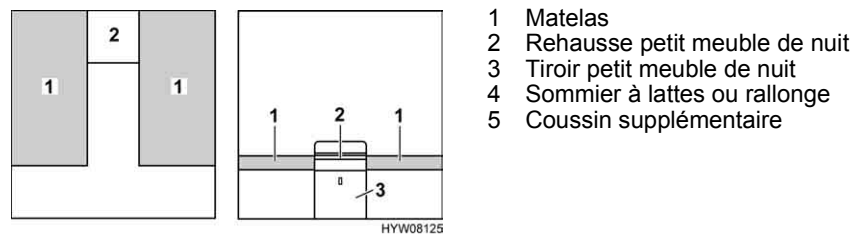

Fig. 136 Avant la transformation
- Retirer la rehausse du petit meuble de nuit (Fig. 136,2) et la mettre de côté.